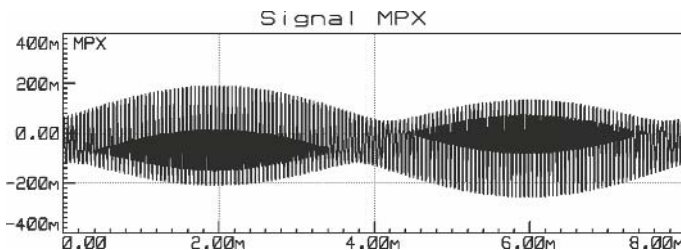

Figure 7.10
**Tentatoo** – La partie centrale, qui apparaît en plus sombre et avec une amplitude moindre, est représentative du signal 38 kHz modulé par notre signal basse fréquence. Le reste est lié au pilote 19 kHz. Si la porteuse 19 kHz n'est pas en phase avec le signal 38 kHz, nous allons voir quelque chose qui ressemble à la **figure 7.10**, où l'on constate que les parties sombres ne sont plus alignées.